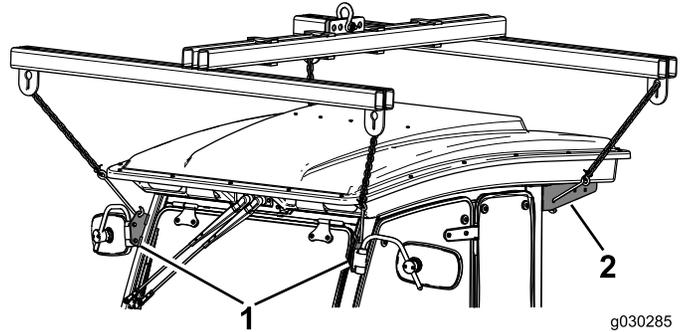

Bild 21
2. Befestigen Sie den Kabinenflaschenzug an den vier Hebestellen an der Kabine (Bild 21).